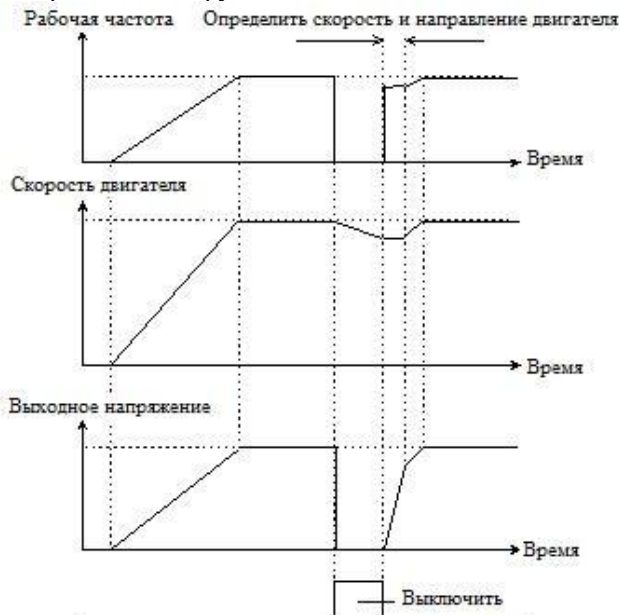

Рисунок 5.1.2 Отслеживание скорости вращения
- ◆ Отслеживание скорости вращения: определите рабочую скорость двигателя, а затем запустите с определенной скоростью, работая на заданной частоте в соответствии со временем ускорения/замедления реализуйте плавный запуск двигателя, как показано на Рис. 5.1.2. Этот режим подходит для двигателя с большой инерционной нагрузкой.